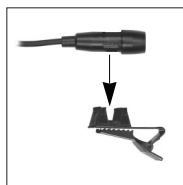

Fig. 2 :
1. Insérez le micro dans le système de fixation du clip fourni (voir Fig. 2).